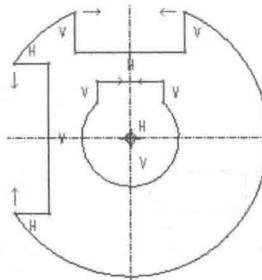

图 2.9 添加其余对称约束
Step3. 参照 Step2 的方法添加其余对称约束，如图 2.9 所示。